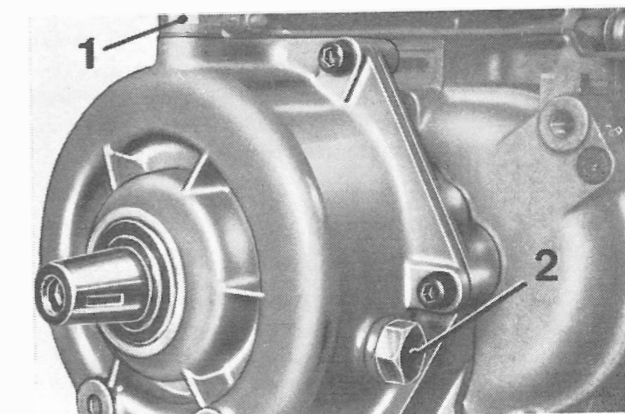

Fig. 89
- Etablir le niveau d'huile, jusqu'à le faire déborder par le trou du niveau (2) (Fig. 89).
- Fill case until oil overflows from oil level plug (2) (Fig. 89).
- Öl einfüllen, bis es durch die Ölstandöffnung austritt (Abb. 89;2).